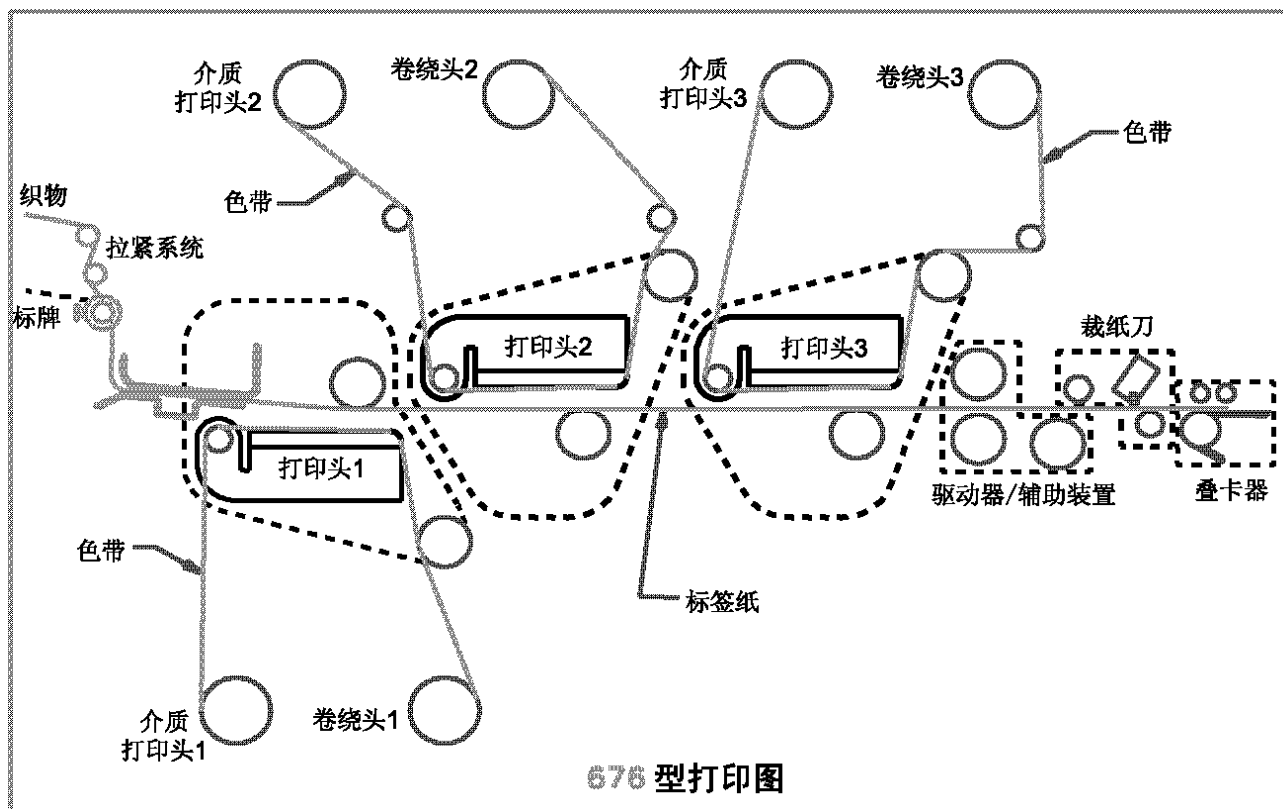

图 6
- 1) 打开色带包装，并在三个插槽对齐时将其按到转轴上，以将其至于要加载的打印台的色带介质轴上(请参照图 6)。
- 2) 确保色带按上图所示的方向从卷轴上展开，并如上图所示进行安装(参照图 6)。